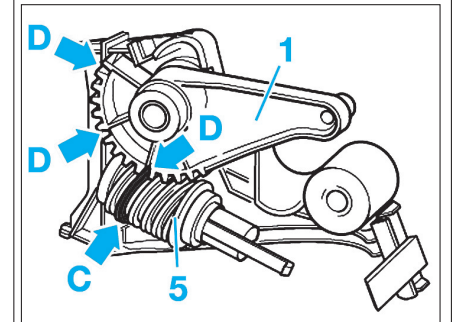

FIG. 32
**!** Avant la repose, vérifier que les positions de la roue hélicoïdale (5) et du segment cranté (1) coïncident (Fig.32).